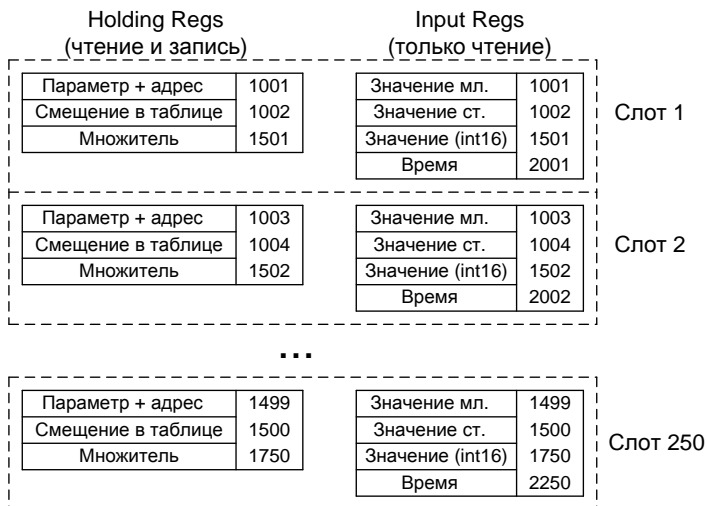

Рисунок 5 – Слоты опроса
3.5.3.4 **Измеряемые параметры преобразователей** доступны по протоколу «Modbus RTU» через слоты опроса (250 ячеек), в которые помещаются значения параметров преобразователей (рисунок 5). Каждый слот может хранить значение одного параметра преобразователя. Опрос преобразователей по линии СЕНС устройство выполняет независимо от запросов по протоколу «Modbus RTU».